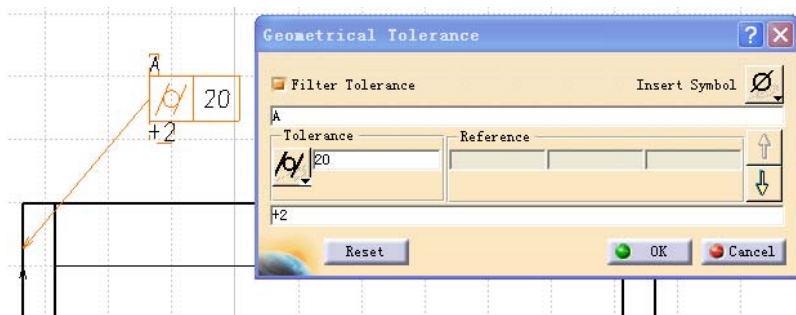

图 7-14
(2) Geometrical Tolerance ，输入几何公差（见图 7-14）。